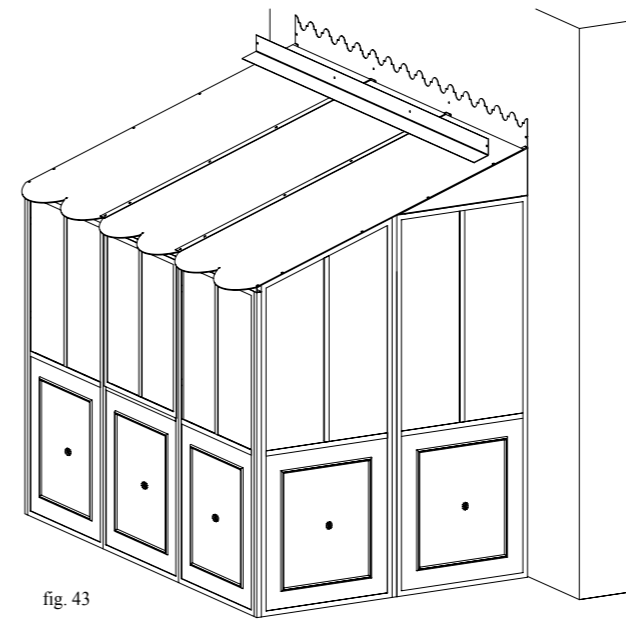
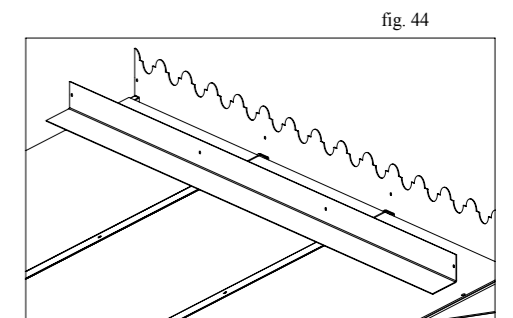

fig. 43
fig. 44
- I** Posizionare la scossalina (cod. KITRA215AD - KITRA285AD - KITRA355AD) come in fig. 43 in modo che i fori presenti su di essa coincidano con le forature della trave decorata. In questo caso il fissaggio della scossalina comporta anche il bloccaggio superiore della struttura al muro (fig. 44 e 45). Si consiglia di utilizzare tasselli ad espansione oppure tasselli chimici se la parete non è di cemento.
- GB** Position the flashing (codes KITRA215AD - KITRA285AD - KITRA355AD) as shown in fig. 43 so that the holes in it match the holes in the decorated beam. In this case, fixing the flashing also involves clamping the upper part of the structure to the wall (fig. 44 and 45). It is advisable to use expansion plugs or chemical plugs if the wall is not in cement.
- F** Placer le stabilisateur (cod. KITRA215AD - KITRA285AD - KITRA355AD) comme indiqué en fig. 43 de façon que les trous se trouvant sur celui-ci coïncident avec les trous de la travée décorée. Dans ce cas la fixation du stabilisateur implique également le blocage supérieur de la structure au mur (fig. 44 et 45). Nous conseillons d'utiliser des chevilles à expansion ou chimiques si la paroi n'est pas en ciment.
- E** Emplazar el perfil metálico (cód. KITRA215AD - KITRA285AD - KITRA355AD) como se indica en la fig. 43 y hacer coincidir los orificios con los de la viga decorada. Para bloquear el perfil metálico hay que fijar la parte superior de la estructura en la pared (fig. 44 y 45). Se aconseja utilizar tacos de expansión o tacos químicos si la pared no es de cemento.
- D** Den Abschlussstreifen (Art. KITRA215AD - KITRA285AD - KITRA355AD) wie auf Abb. 43 dargestellt so positionieren, dass die daran befindlichen Löcher mit den Bohrungen der Zierstrebe zusammenfallen. In diesem Fall wird mit Befestigung des Abschlussstreifens auch die Oberseite der Struktur an der Wand blockiert (Abb. 44 und 45). Wenn die Wand nicht aus Zement ist, empfiehlt sich die Verwendung von Spreizdübeln oder Verbundankern.